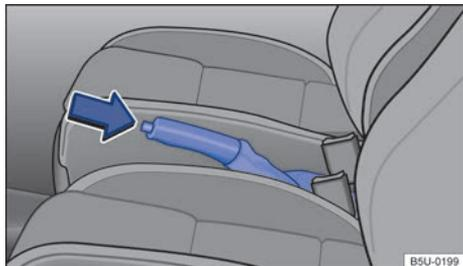

Fig. 113 Entre los asientos delanteros: palanca del freno de estacionamiento.
- Tire de la palanca del freno de estacionamiento hacia arriba con el botón de bloqueo pulsado → fig. 113 (flecha).
- Tire ligeramente de la palanca del freno de estacionamiento hacia arriba y presione el botón de bloqueo → fig. 113 (flecha).